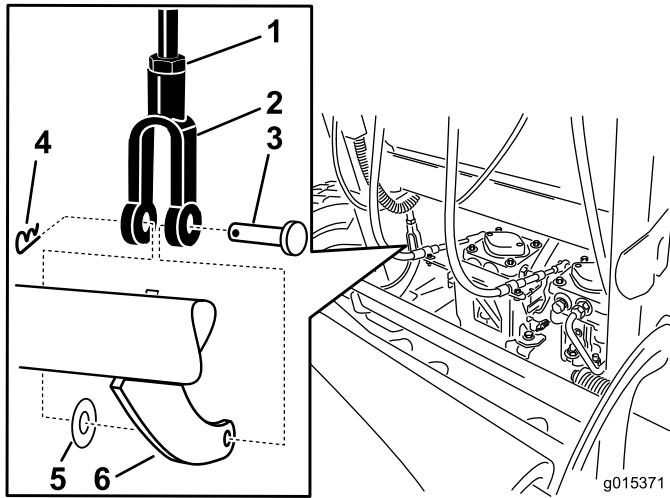

図 63
5. ブレーキの調整を行うには、まず、下側ブレーキ・レバーとヨークからヘアピン・コッターとクレビス・ピンを外す（図 63）。
6. ジャムナットをゆるめる（図 63）。
7. ヨークを回転させる。ブレーキをきつくするには、ヨークを上に移動させる。ブレーキを弱くするには、ヨークを下に移動させる（図 63）。
8. ブレーキの調整を行うには、まず、下側ブレーキ・レバーとヨークからヘアピン・コッターとクレビス・ピンを外す（図 63）。
9. ジャムナットを締める（図 63）。